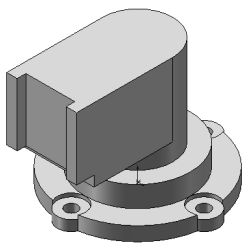

图 7-94 创建拉伸凸台 3
3) 拉伸凸台 3。单击“特征”控制面板中的 L (拉伸凸台/基体) 按钮, 或选择菜单栏中的“插入”→“凸台/基体”→“拉伸”命令, 拉伸草图生成实体, 设置拉伸深度为 36, 效果如图 7-94 所示。